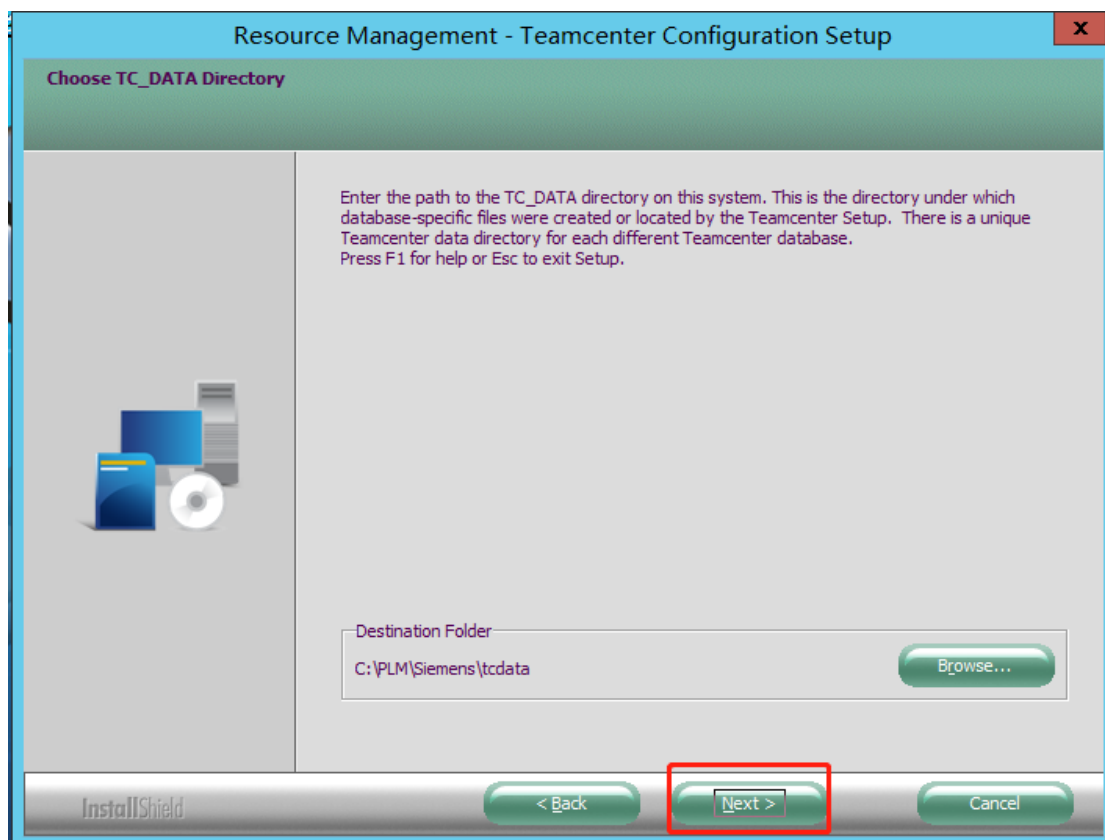

图 7
7. 选择 TC_DATA 目录，点击 Next 下一步（如图 7）：